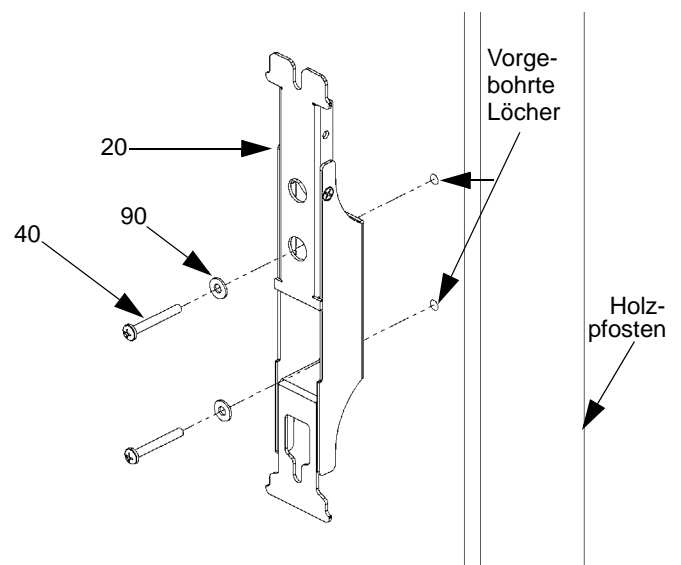

Abbildung 7. Lautsprecher-Wandhalterung an Holzpfeiler befestigen
2. Die Lautsprecher-Wandhalterung (20) als Vorlage verwenden, waagrecht ansetzen und die Lage der zwei Befestigungsbohrungen anzeichnen.
3. Zwei Löcher zur Befestigung der Wandhalterung vorbohren. Beim Bohren in Holzpfeiler einen 1/8-Zoll-Bohrer (3 mm) verwenden (siehe Abbildung 7).
4. Zwei #10 Holzschrauben (40) und zwei #10 Unterlegscheiben (90) benutzen und die Wandhalterung an der Wand befestigen.
5. Die Schritte zum Einbau der zweiten Lautsprecher-Wandhalterung (20) wiederholen.